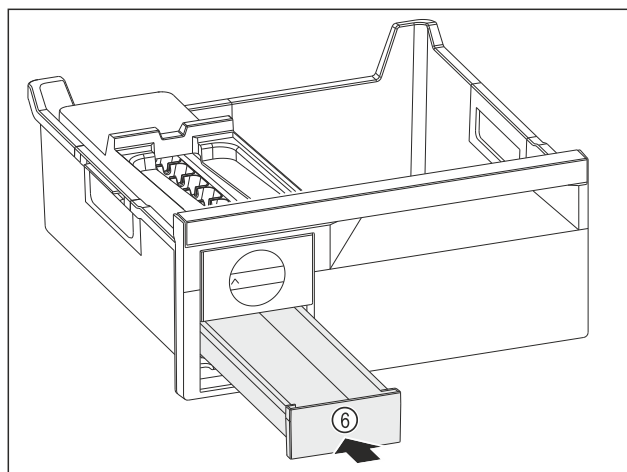

Fig. 91
- ▶ Eiskubenschubfach Fig. 91 (6) einschieben.